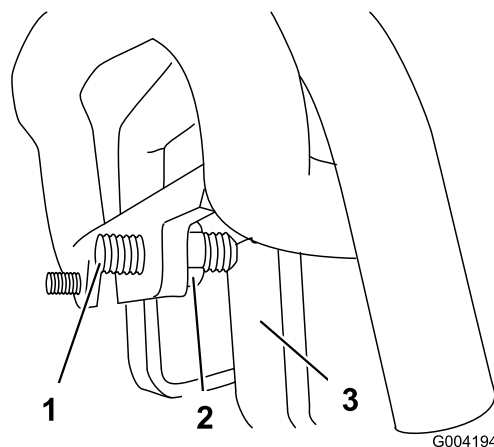

Figure 50
3. Si la machine se déporte vers la **gauche**, desserrez l'écrou de blocage **droit** et ajustez la vis de réglage de correction directionnelle à l'avant de la commande de déplacement (Figure 50).
4. Si la machine se déporte vers la **droite**, desserrez l'écrou de blocage **gauche** et ajustez la vis de réglage de correction directionnelle à l'avant de la commande de déplacement (Figure 50).